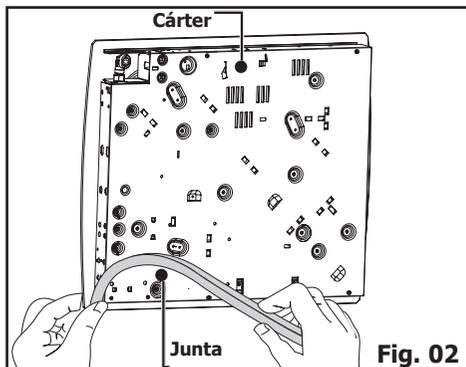

Fig. 02
- Para cerciorarse de la estanqueidad entre el cárter y el plano de trabajo, pegue la junta de espuma en el perímetro exterior del cárter (Fig. 02).